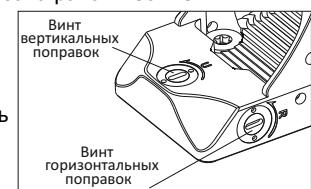

Рис. 7
- Наверху прицела находится барабан вертикальных поправок, справа - барабан горизонтальных поправок. Для ввода поправок вставьте плоский выступ прилагаемого ключа в прорезь в барабане и поверните его (Рис. 7), чтобы сделать нужную поправку.